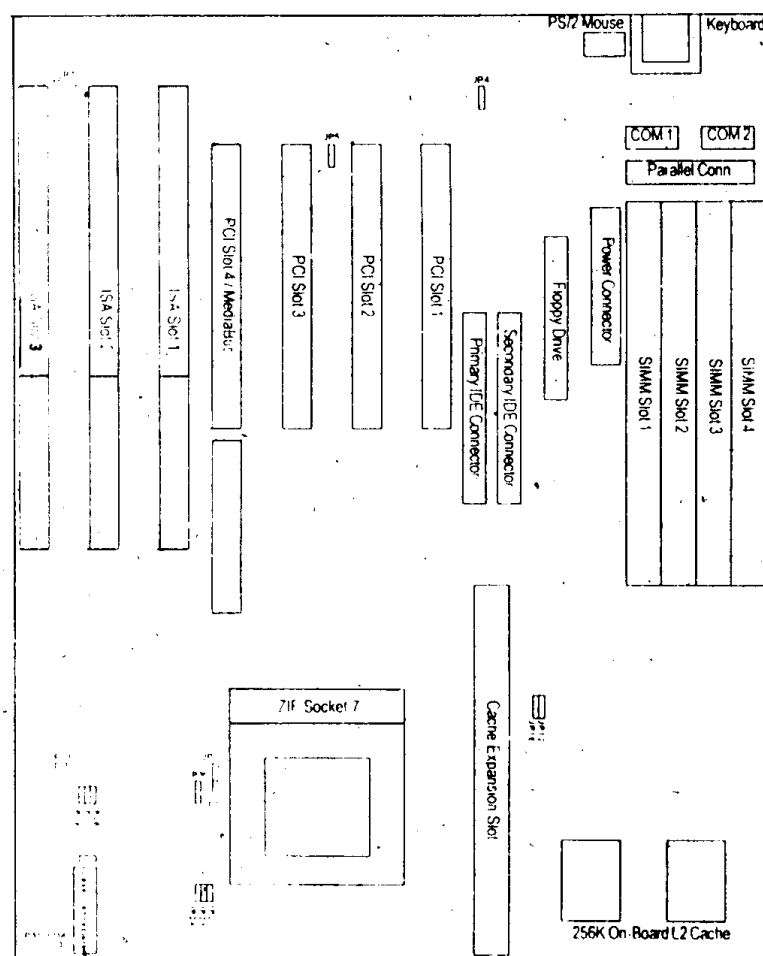

图 3-20
1. 主板元件布局图: (图 3-20)
这个跳线将设置当前二级高速缓冲的总容量 (主板上的或已安装的)。如果你已有两个高速缓冲芯片在主板上 (请看图 3-20), 这将有 256K 的高速缓冲, 而带有升级的高速缓冲模块将使总容量达 512K。如果主板没有高速缓冲, 你就必须安装 256K 或 512K 的高速缓冲模块。设置下面的跳线来适配二级高速缓冲的总容量。